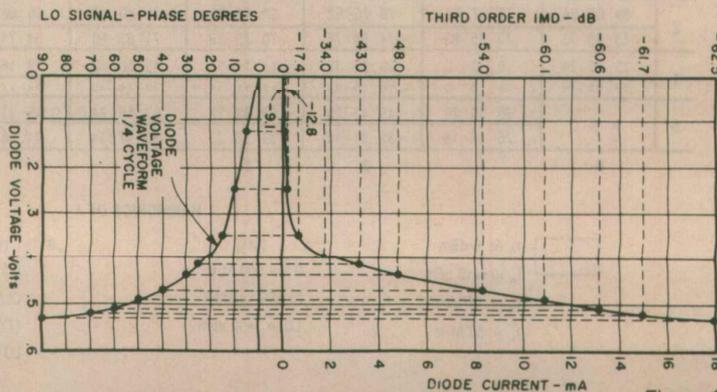

Figure 1
- T = température absolue en degrés Kelvin et I_S appelé courant de saturation inverse de la diode. La **figure 1** représente cette courbe.
La figure 1 donne la tension V_D (diode voltage) en fonction de
Elle ne devient intéressante qu'à partir de 20 à 25° du signal OL (environ - 40 dB). Un autre problème vient se greffer à celui-ci. En effet, lorsque le signal présent sur le port RF augmente, il peut produire la conduction des diodes alors que le signal OL reste sur la portion de faible tension direct de la diode. Ceci provoque une forte distorsion. Il est très visible sur la figure 1 qu'il est nécessaire d'attaquer le port OL avec un signal de forte amplitude. Il faut en général appliquer le niveau maximum spécifié dans le data sheet (notice technique). 7 dBm, 17 dBm ou 27 dBm suivant le type de mélangeur.